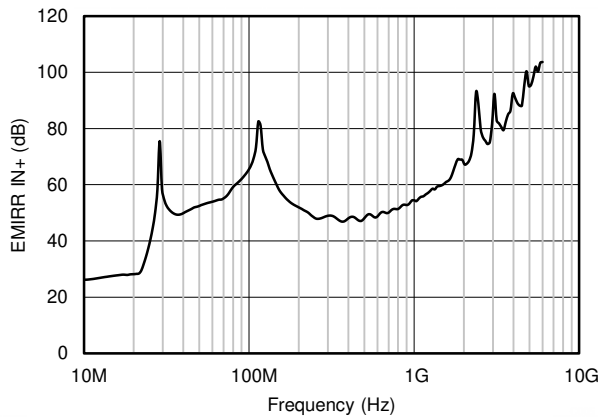

图 8-2. EMIRR 测试
OPAx189 使用集成电磁干扰 (EMI) 滤波来降低干扰源 ( 如无线通信设备以及混合使用模拟信号链和数字组件的高密度电路板 ) 产生的 EMI 干扰。利用电路设计技术可以提高 EMI 抗扰度; OPAx189 从这些设计改进中受益。德州仪器 (TI) 已经开发出在 10MHz 至 6GHz 扩展宽频谱范围内准确测量和量化运算放大器抗扰度的功能。图 8-2 显示了对 OPAx189 执行此测试的结果。表 8-1 列出了 OPAx189 在实际应用中常见特定频率下的 EMIRR IN+ 值。表 8-1 中列出的应用可在下图所示的特定频率或其近似频率下运行。有关详细信息也可参阅 运算放大器的 EMI 抑制比应用报告, 可从 [www.ti.com](http://www.ti.com) 下载此报告。
OPAx189 的 EMIRR +IN 与频率间的关系图如图 8-2 所示。任何双路和四路运算放大器器件版本（如果可用）具有几乎相似的 EMIRR +IN 性能。OPAx189 单位增益带宽为 14MHz。低于该频率的 EMIRR 性能表示存在位于运算放大器带宽内的干扰信号。